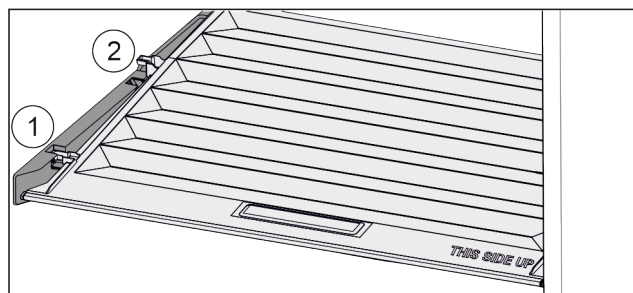

Fig. 67
- ▶ Tirer le couvercle vers l'avant jusqu'à l'orifice des pièces de retenue Fig. 67 (1).
- ▶ Le soulever par le bas à l'arrière et le sortir par le haut Fig. 67 (2).